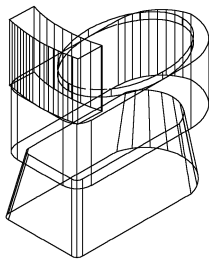

图 12-88 绘制椭圆并拉伸
(16) 单击“三维工具”选项卡“建模”面板中的“拉伸”按钮, 将椭圆拉伸成为马桶盖。绘制结果如图 12-88 所示。